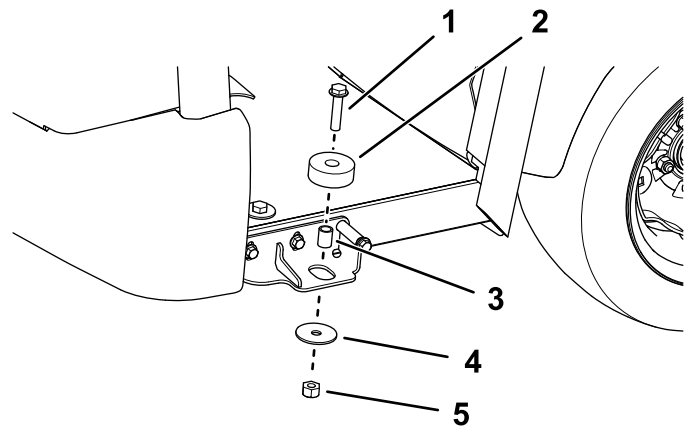

Bild 28
6. Befestigen Sie die zwei Gummi-Isolatoren mit einer Bundkopfschraube ($\frac{1}{2}$ " x $2\frac{1}{4}$ "), einem Distanzstück, einer Sicherungsmutter an jeder Seite (Bild 28).